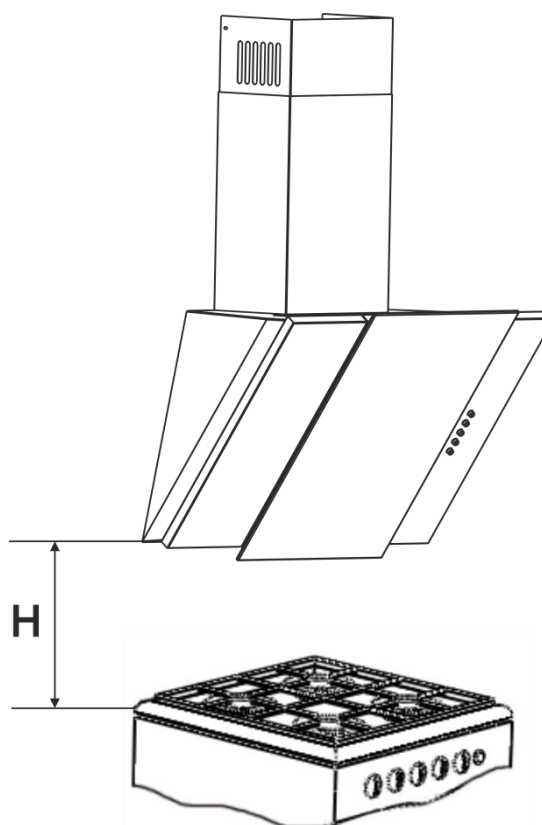

Рис.1
1.11 **Увага!** Витяжка монтується на стіні над електроплитами на віддалі 650-750мм, а над газовими плитами на відстані 750-850мм від робочої поверхні плити (рис.1).
6.3 Для перевірки придатності витяжки покладіть зібраний блок, не під'єднуючи до нього коминка таким чином, щоб тильна сторона лежала на столі, а перемикач режимів роботи був би обернений до перевіряючого. Підключіть витяжку до електромережі і, якщо вона на всіх режимах працює задовільно, приступайте до її монтажу на стіні. **Нагадуємо, що висота установки витяжки над електроплитами повинна бути не менше 650мм, а над газовими – не менше 750мм (рис.1).**